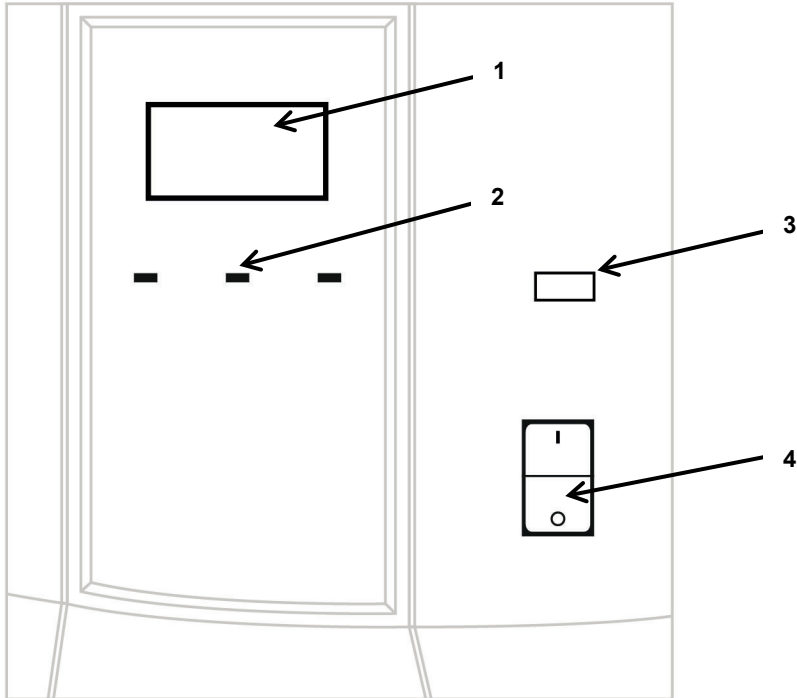

Рис.1. STW-500NP, STW-1000NP, STW-2000NP
Расположенный на передней панели вольтметр в зависимости от положения кнопки 3 рис. 1 отображает значение входного или выходного напряжения.
6. Установить Выключатель «СЕТЬ» в положение «Вкл.» на 6 секунд. Индикатор выходного напряжения должен показывать 220В (1, рис.1).
7. Установите Выключатель в положение «Выкл» (4, рис.1).